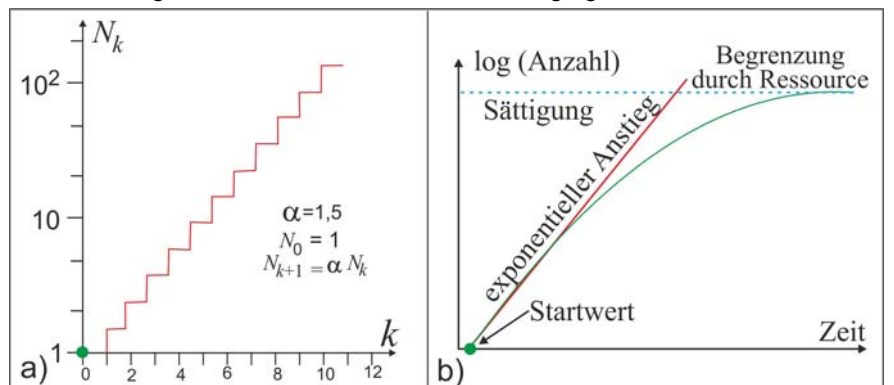

Bild 34. Exponentieller Anstieg durch sich wiederholender Rückkopplung und b) unter Einbeziehung von Begrenzung durch endliche Ressourcen
So ergibt sich für die angegebenen speziellen Werte **Bild 34**. Es entsteht also ein diskret exponentieller Anstieg. (a). Dazu gehört mittelbar eine kontinuierliche Differentialgleichung
Eine typische Eingangsstufe für Operationsverstärker (OV) zeigt (b). Der Strom I der Konstantstromquelle wird je nach den Steuerspannungen U_{e1} und U_{e2} auf die beiden Transistoren aufgeteilt und führt zu den unterschiedlichen Spannungen $-U_1$ und U_2 . Im OV wird dann nur U_2 zur Ausgangsspannung U_a weiter verstärkt. Ein OV ist also intern meist recht komplex aufgebaut. Viele weitere Details enthält u. a. [Völ89], S. 573ff. Im Bild 34 sind als Baustufen für Analogrechner vier Beispiele gezeigt. Den typischen Umkehrverstärker, dessen Verstärkungsgrad nur durch R_1 und R_2 bestimmt ist, zeigt (c). Er kann durch mehrere Eingänge zum Umkehr-Addierer erweitert werden (d). Dem Prinzipaufbau für einen Integrierer zeigt (e) mit der dazugehörigen mathematischen Beziehung. Alle Signalkomponenten müssen dabei oberhalb der angegebenen unteren Grenzfrequenz liegen. Den am meisten benutzten Differenzierer zeigt analog (f). Sie arbeiten besonders exakt für sehr kleine U_a .